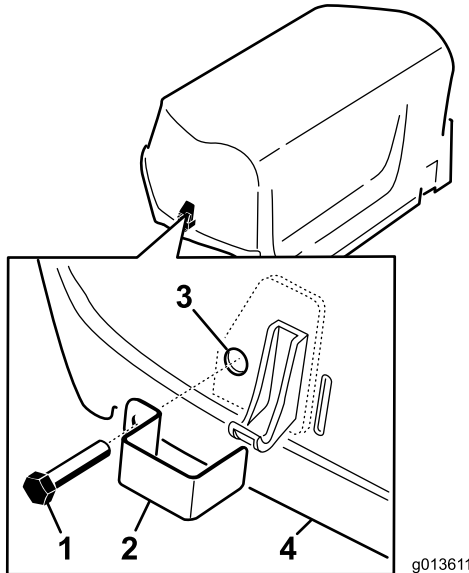

图7
1. 用带头螺栓（共 2 个）将门锁盖安装到左、右侧机罩门锁上（图7）。
2. 用钳子或可调扳手，将内锁定垫圈拧到各个螺栓（1~2 个螺纹）以固定螺栓（图7）。